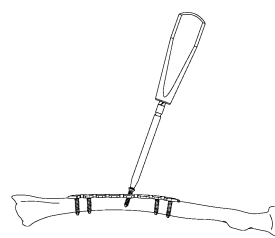

図 15
- 1) ヘクスローブ 15 ドライバーにて 3.5 コーティカルスクリー (S) を抜去します。(図 15)